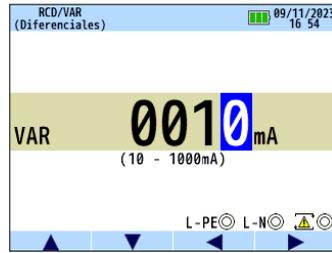

Fig. 11-9
- (4) La pantalla LCD muestra la pantalla de cambio de valor actual (Fig. 11-9). Presione F3 (◀) o F4 (▶) para seleccionar el dígito a cambiar y alterar los valores con F1 (▲) o F2 (▼).
- (5) Presione ENTER para confirmar el cambio. Luego, la pantalla vuelve al modo de espera para la prueba RCD.